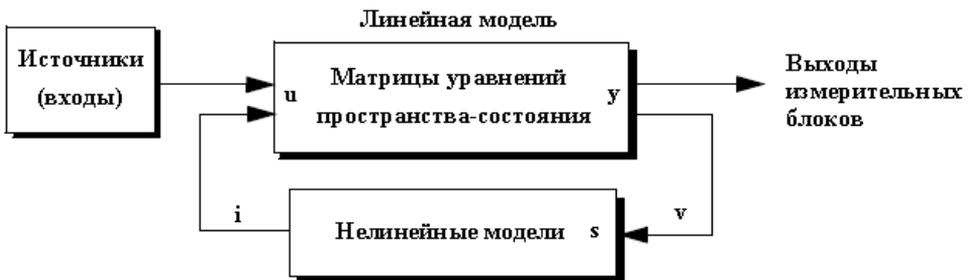

Рис. 8.2. Связь нелинейных моделей с Simulink-моделью
Связь нелинейных моделей с Simulink-моделью показана на рис. 8.2. Нелинейные модели включаются в цепи обратных связей линейной части Simulink-модели.
- Если ключ содержит индуктивность (Diode и Thyristor с  $L_{on} > 0$ , IGBT, MOSFET или GTO), то он моделируется как нелинейный элемент на базе источника тока в цепи обратной связи линейной схемы, как показано на рис. 8.2.